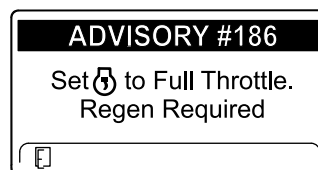

Bild 68
**Hinweis:** Wenn die Auspufftemperatur zu niedrig ist, wird im InfoCenter ADVISORY#186 (Bild 68) angezeigt, um Sie zu informieren, dass Sie den Motor auf Vollgas (hoher Leerlauf) eingestellt haben.